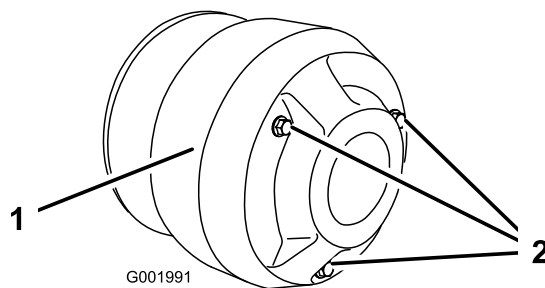

Figura 59
4. Retire os 3 parafusos que fixam a tampa à embraiagem e retire a tampa (Figura 59).